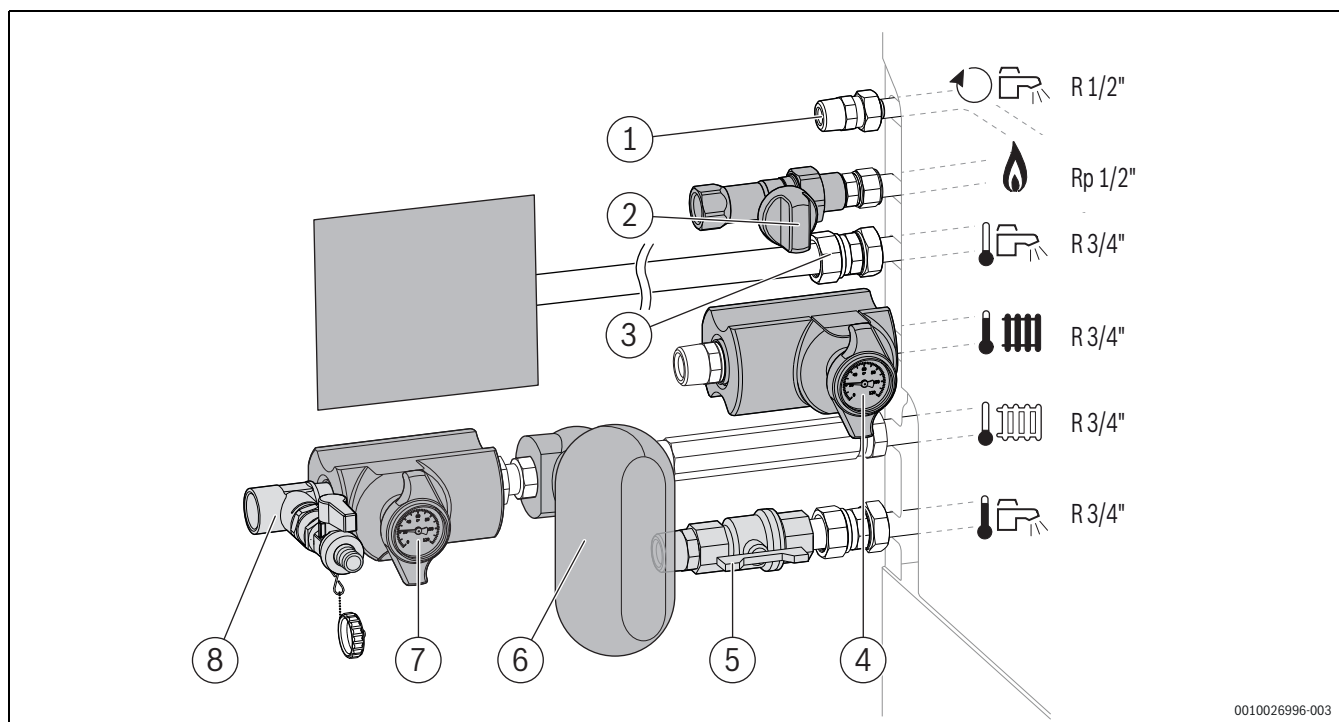

Рис. 99 Дополнительное оборудование комплекта арматуры CS 28-1 – Пример: горизонтальные подключения с левой стороны
- ▶ Откройте кран подающей линии отопления (→ рис. 99, [3]) и кран обратной линии отопления (→ рис. 99, [5]).
- ▶ Заполните отопительную систему до давления 1–2 бар при помощи устройства заполнения и подпитки (дополнительное оборудование CS 30) (→ рис. 99, [4]).